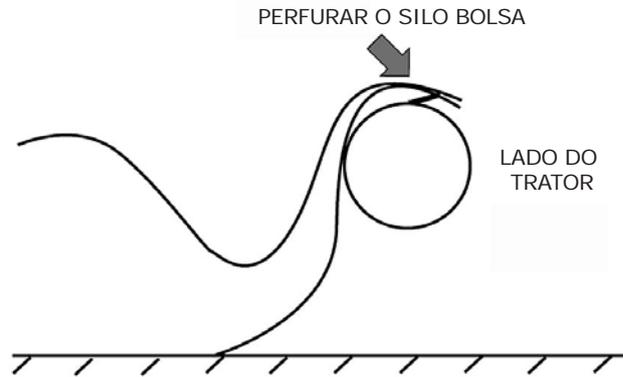

Figura -5.14 Perfuração da bolsa
- 4) Perfurar ambos lados da extremidade do silo bolsa com cada uma das pontas, como mostra a figura 5.14.